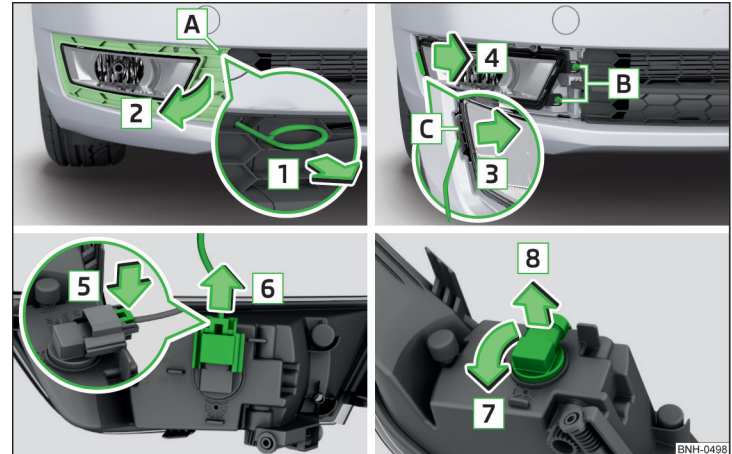

Abb. 189 Nebelscheinwerfer herausnehmen / Glühlampe wechseln
- › In die Öffnung **A** » Abb. 189 den Bügel zum Abziehen der Radvollblenden einführen.
- › Durch Ziehen am Haken in Pfeilrichtung **1** das Schutzgitter in Pfeilrichtung **2** abnehmen » Abb. 189.
- › Den Nebelscheinwerfer entgegen der Pfeilrichtung [4] » Abb. 189 einsetzen und festschrauben.